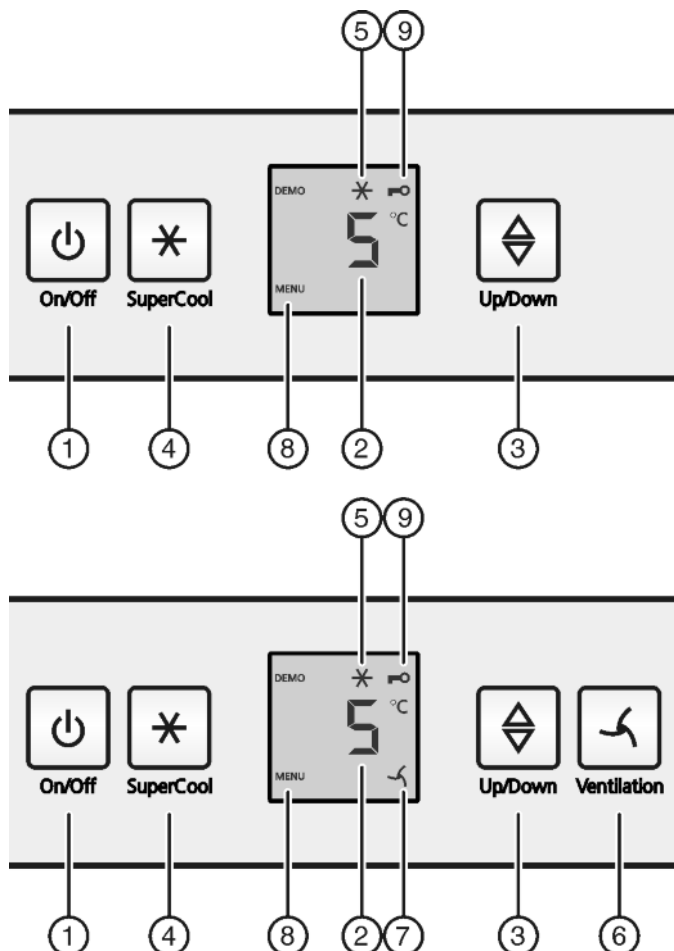

Fig. 2
- ▶ Pulsar tecla On/Off Fig. 2 (1)
- ▶ Pulse la tecla SuperCool Fig. 2 (4) durante aprox. 5 segundos.
- ▷ En el indicador se visualiza el símbolo Menú Fig. 2 (8).
- ▶ Confirme brevemente con la tecla SuperCool Fig. 2 (4).
- ▷ El símbolo de seguridad para niños Fig. 2 (9) se ilumina en el indicador.
- ▶ Pulse brevemente la tecla On/Off Fig. 2 (1).
- Acceder a la función de temperatura: pulse la tecla de ajuste *Fig. 2 (3)*.
- Modificar la temperatura en intervalos de 1 °C: pulse la tecla de ajuste *Fig. 2 (3)* hasta que se ilumine la temperatura deseada en el indicador de temperatura.
- Pulse brevemente la tecla SuperCool *Fig. 2 (4)*.
- ▷ El símbolo de SuperCool *Fig. 2 (5)* se ilumina en la pantalla.
- ▷ El símbolo de SuperCool *Fig. 2 (5)* se apaga en la pantalla.